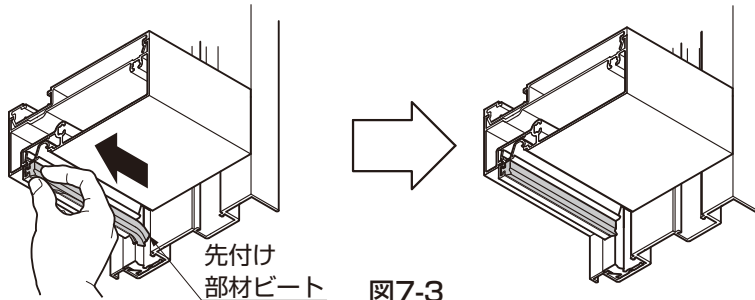
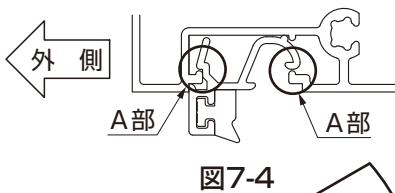
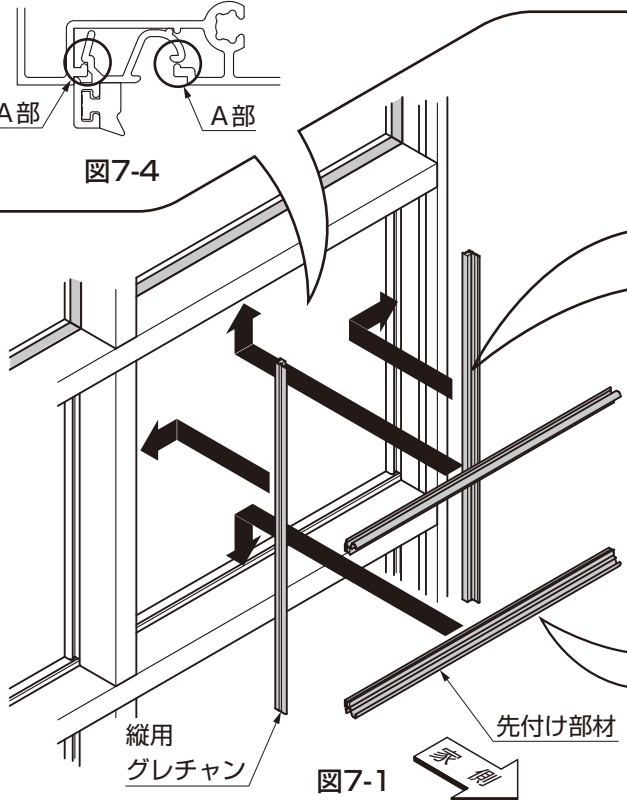
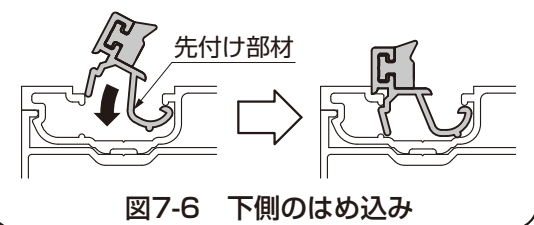

図7-3
図7-4
図7-1
図7-6 下側のはめ込み
- ③先付け部材を角格子に取付けてください。(図7-1、図7-3、図7-4、図7-6参照)
- 先付け部材がA部の位置になるように外側に押してください。(図7-4参照)